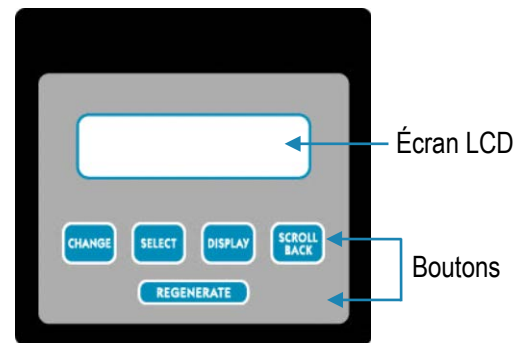

Figure 11: Contrôleur à cinq boutons
- D. Ouvrez le robinet d'eau froide et attendez que l'appareil se vidange pendant 20 minutes ou jusqu'à ce qu'environ 72 gallons (275 litres) aient traversé l'appareil. Cette procédure est indispensable pour répondre aux impératifs NSF. Vérifiez le débit sur le contrôleur, ce qui indique le débit d'eau. Reportez-vous à la Figure 11.